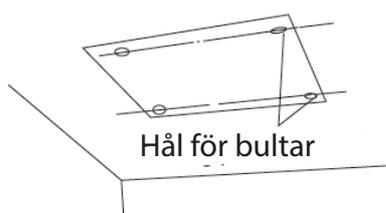

Fig.5
- (1). Använd pappersmallen och borra fyra hål för bultarna (Fig. 5).